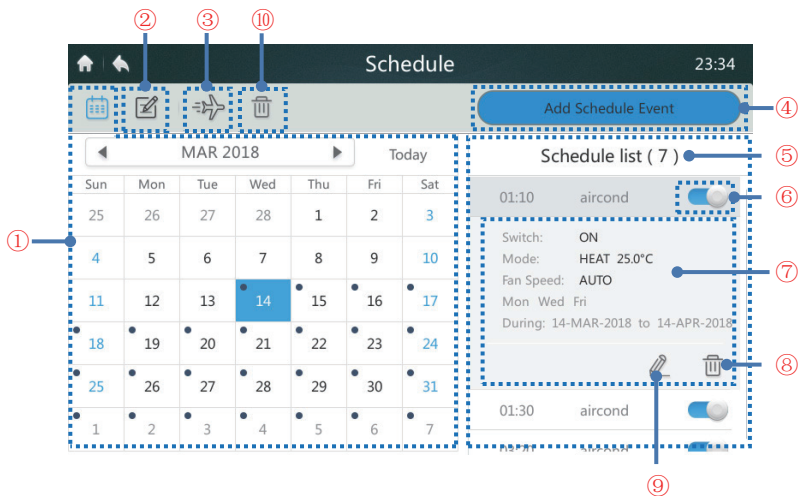

Figura 19 Página inicial da página de programação
1. Toque no botão “4” Add Schedule Event (Adicionar evento de programação) na Figura 19 para acessar a interface, como mostrado na Figura 20.
1. Toque no botão “➡” marcado com “3” na Figura 19 para inserir configurações de feriados, como mostrado abaixo. As programações não são implementadas durante o período de feriado.
Toque no botão “🗑️” marcado com “10” na Figura 19 para excluir todas as configurações de programação. A seguinte notificação é exibida, como mostrado abaixo. Toque em “Delete” (Excluir) para excluir a programação ou toque em “Cancel” (Cancelar) para cancelar a operação.